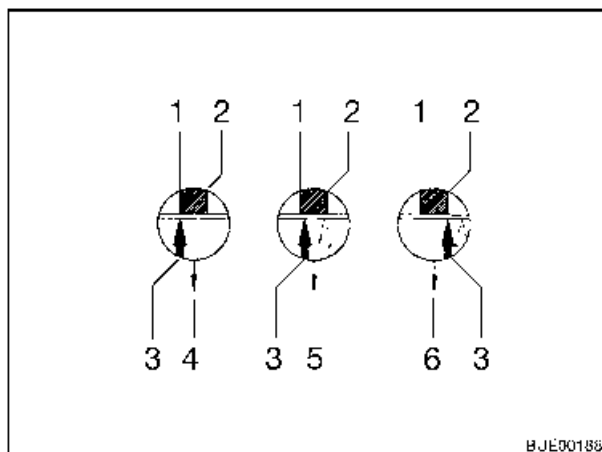

Fig. 100 Guarnizioni di attrito
- Se la freccia sul disco pressione (Fig. 100,3) si trova prima o alla superficie di marcatura (Fig. 100,1), le guarnizioni di attrito sono ancora allo stato nuovo (Fig. 100,4).
- Se la freccia sul disco pressione si trova all'interno della superficie di marcatura (Fig. 100,1 fino a 2), le guarnizioni di attrito sono leggermente consumate (Fig. 100,5).
- Se la freccia sul disco pressione si trova alla fine della superficie di marcatura (Fig. 100,2) o la supera, le guarnizioni di attrito sono consumate (Fig. 100,6).